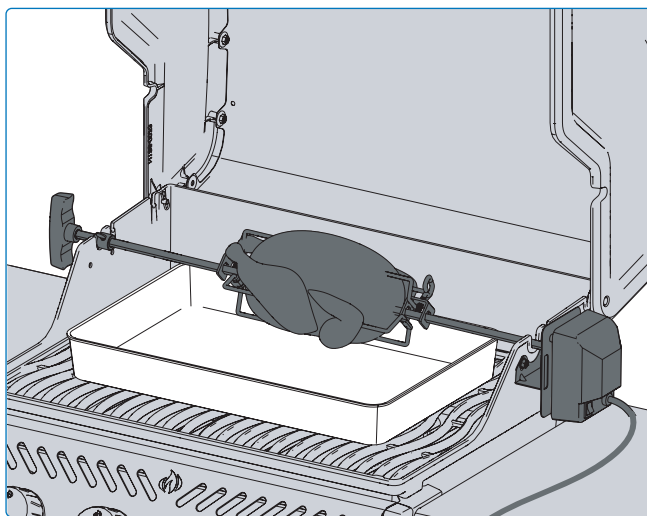

Abb. 15
- Stellen Sie sicher, dass Sie immer eine gleichmäßig ausbalancierte Last auf Ihrem Drehspieß **(Abb. 15)** platzieren.